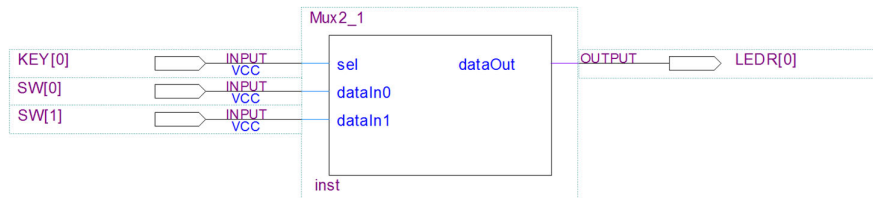

Figura 7 – Instanciação do módulo “Mux2_1” e ligação a pinos da FPGA.
6. Crie um novo ficheiro para um esquema lógico, chamado “Mux2_1Demo.bdf”. Instancie nele o multiplexador e associe os seus portos a pinos concretos da FPGA do *kit* DE2-115 que vai usar para o testar (sugere-se que ligue as entradas de dados a interruptores, a entrada de seleção a um botão e a saída a um LEDs, como mostra a Figura 7).